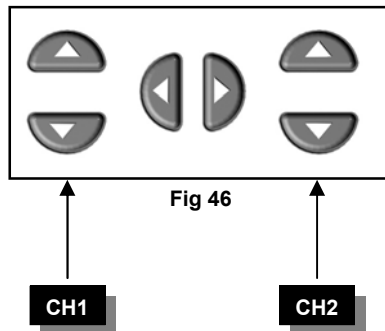

Fig 46
- First press the „t-V/div“ key, next use the ▲ or ▼ cursorkeys for changing the input sensitivity (V/div) (Fig 46)
- Druk eerst de „t-V/div“ toets in en wijzig dan de ingangsgevoeligheid (V/div) met de ▲ of ▼ cursortoetsen (Fig 46)
- Pressez d'abord la touche „t-V/div“ et ajustez ensuite la sensibilité d'entrée (V/div) avec les touches du curseur ▲ ou ▼ (Fig 46)